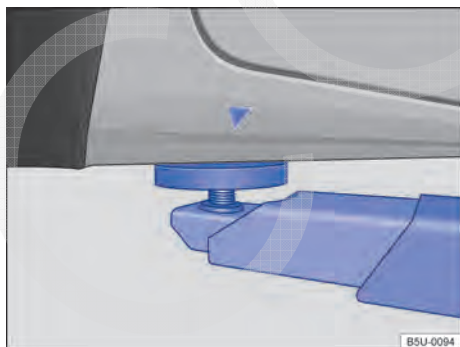
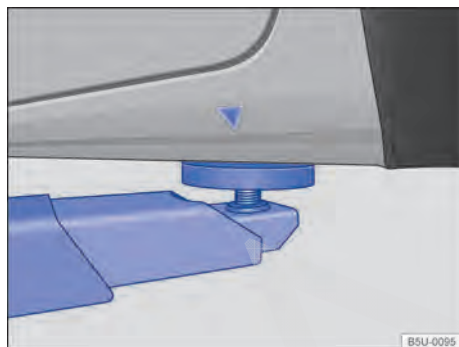

Fig. 144 Pontos de apoio dianteiros para a suspensão com plataforma elevatória ou com macaco.
Fig. 145 Pontos de apoio traseiros para a suspensão com plataforma elevatória ou com macaco.
O veículo deve ser suspenso somente pelos pontos indicados nas figuras → Fig. 144 e → Fig. 145. Se o veículo não for suspenso pelos pontos indicados, podem ocorrer danos no veículo → ⚠️ e ferimentos graves → ⚠️.
- Suspender o veículo somente pelos pontos indicados nas figuras → Fig. 144 e → Fig. 145. Se o veículo não for suspenso pelos pontos indicados, o veículo poderá cair da plataforma elevatória quando, por exemplo, o motor ou a suspensão for desmontado. ▶